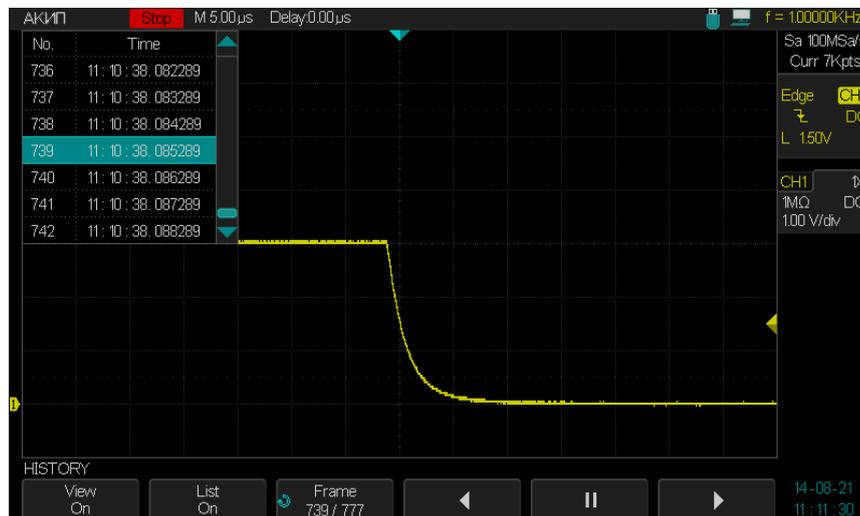

Рис. 13.6. Меню режима истории сегментированной памяти.
Таблица регистрации сегментов	1. Для отображения таблицы результатов, активировать опцию List/Список (по умолчанию OFF). Список появляется слева в верхней части экрана (рис. 13.6).
2. Воспроизводимый сегмент в таблице результатов выделяется курсором, а на дисплее отображается его осциллограмма. В примере на рис. 13.6 выделен сегмент # 739.
2. сегмент в таблице результатов выделяется курсором, а на дисплее отображается его осциллограмма. В примере на рис. 13.6 выделен сегмент # 739.